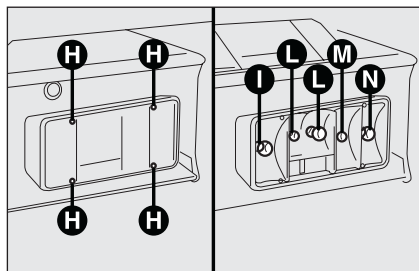

fig. 30a
- ☐ dévisser les quatre vis H-fig. 30a et remplacer les ampoules: